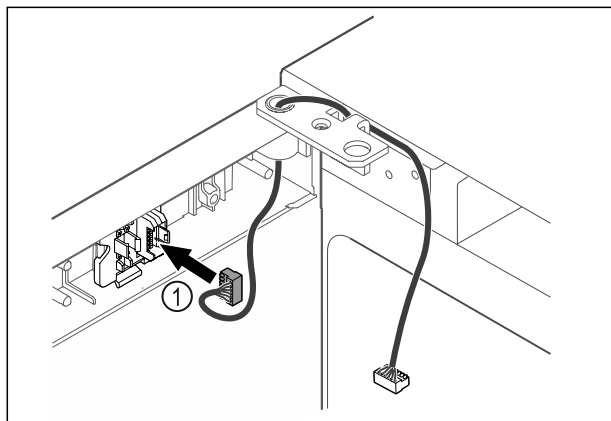

Fig. 39
- ▶ Dugja be a dugót *Fig. 39 (1)* a dugófoglatba.